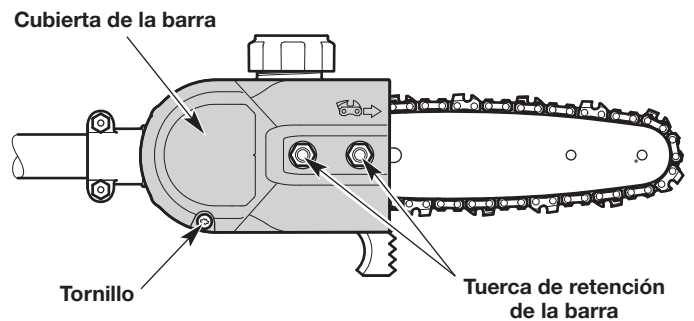

Fig. 10
1. Extraiga el tornillo y dos (2) tuercas de retención de la barra (1/2 pulgada) (Fig. 10).
2. Extraiga la cubierta de la barra (Fig. 10).
1. Afloje las tuercas de retención de la barra, pero no las quite (Fig. 10).